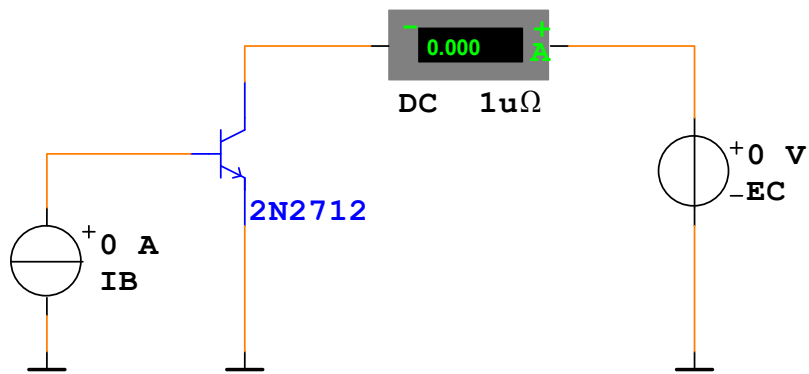

Рис. 5.2
5.2.4. Соберите схему для изучения семейства выходных характеристик транзистора, приведенную на рис. 5.2.